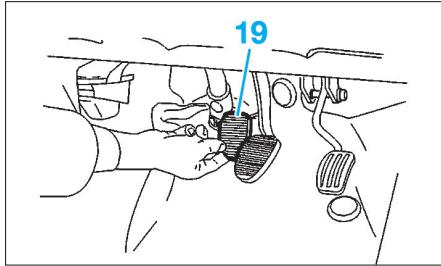

Fig. 10
- Créer un siphon (A) vers le haut à l'aide du tuyau transparent, et faire veiller à ce qu'il soit en contact avec le fond du bocal.
- Maintenir la pédale d'embrayage (19) (Fig.10) en fin de course (vers le plancher).